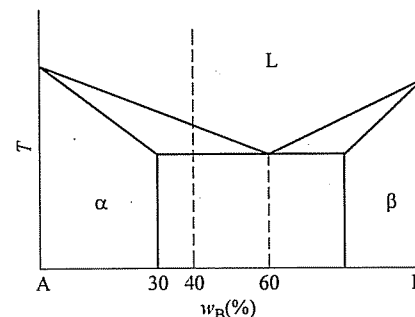

图 4-1 第五题第 1 小题图
1. (20 分) A-B 二元合金相图如图 4-1 所示。在固相不扩散、液相完全混合的条件下, 水平放置的质量分数  $w_B = 40\%$  的 A-B 二元合金溶液从左至右定向凝固成长为  $L$  的横截面均匀的合金棒。